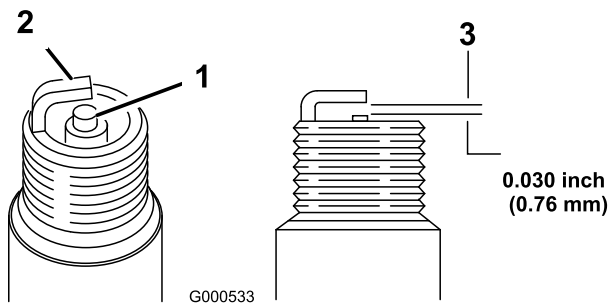

図 50
1. 中央の電極部 (図 50) を観察する。
2. すきまゲージでエア・ギャップの点検を行い、隙間の大きさが適切でなければ側面の電極を注意深く曲げて調整する (図 50)。